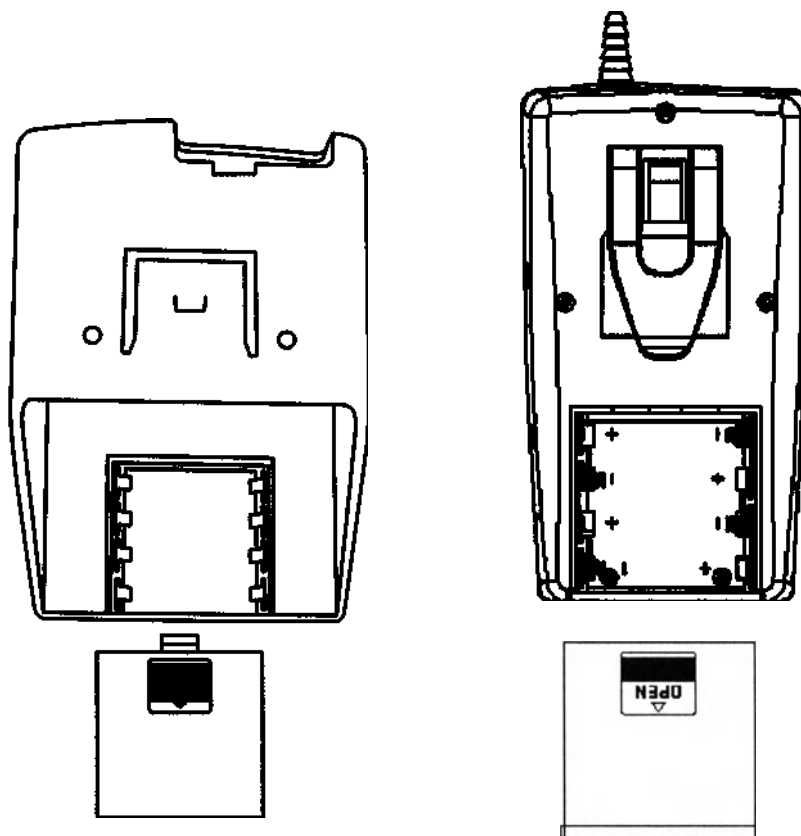

Рисунок 4. Установка аккумуляторов.
13.5 Открыть крышку батарейного отсека в направлении, указанном на крышке батарейного отсека (Рис. 4).
14.5 Для постоянного ношения устройства, его необходимо закрепить на поясе с помощью специальной клипсы, находящейся на задней крышке устройства, рядом с батарейным отсеком (Рис. 4).